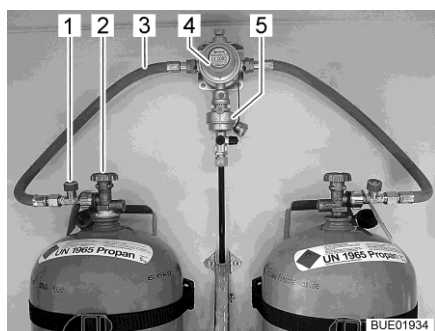
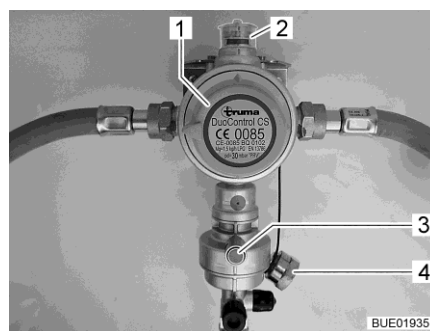

Fig. 59 Bouteilles de gaz avec DuoControl
Fig. 60 Système de réglage DuoControl
Le système de réglage DuoControl se compose d'une valve de commutation (Fig. 59,4) et d'un capteur de crash (Fig. 59,5). Le système de réglage est monté entre les lyres (Fig. 59,3) avec une sécurité de rupture de tuyau (Fig. 59,1). Un bouton rotatif (Fig. 60,1) situé sur la valve de commutation permet de définir laquelle des bouteilles de gaz est celle de service et laquelle est celle de réserve.
L'état de l'alimentation en gaz est affiché sur le regard (Fig. 60,2) :
Le fonctionnement avec une seule bouteille de gaz est autorisé, la prise à découvert doit cependant être obturée avec le couvercle borgne (Fig. 60,4) dans ce cas-là.
Le capteur de crash coupe l'arrivée du gaz en cas de secousses importantes (par exemple accident). Le capteur de crash s'active en appuyant sur le bouton Reset vert (Fig. 60,3).
La sécurité de rupture de tuyau (Fig. 59,1) coupe l'arrivée de gaz quand le tuyau raccordé se rompt. La sécurité de rupture de tuyau s'active en appuyant sur la touche verte. La touche verte doit rester pressée jusqu'à ce que la pression se soit établie dans le tuyau.
L'arrivée du gaz s'ouvre et se ferme sur l'unité de commande (Fig. 61) au moyen du système de réglage DuoControl. Les robinets principaux (Fig. 59,2) des bouteilles de gaz et les robinets d'arrêt de gaz des appareils doivent être ouverts manuellement. Pour activer la sécurité de rupture de tuyau, voir paragraphe "Sécurité de rupture de tuyau".
- Choisir la bouteille de gaz avec le bouton rotatif (Fig. 60,1) de la valve de commutation à partir de laquelle le gaz sera utilisé principalement (bouteille de service). Toujours tourner le bouton rotatif à fond.
- Ouvrir les robinets principaux (Fig. 59,2) des bouteilles de gaz.
- Appuyer sur la touche verte de la sécurité de rupture de tuyau (Fig. 59,1). Le repère vert est affiché sur le regard (Fig. 60,2).
- Fermer les robinets principaux (Fig. 59,2) des bouteilles de gaz.
Le voyant de contrôle vert (Fig. 61,6) s'éteint durant le fonctionnement et le voyant de contrôle rouge (Fig. 61,5) s'allume quand la bouteille de service est vide et doit être remplacée. Le repère rouge est indiqué sur le regard (Fig. 60,2). La bouteille de réserve alimente les appareils à gaz.
- Tourner le bouton rotatif (Fig. 60,1) d'un demi-tour en direction de la bouteille de gaz actuellement utilisée. Cette bouteille de gaz devient alors la bouteille de service, la bouteille vide devient celle de réserve. Le repère dans le regard (Fig. 60,2) passe du rouge au vert.
- Fermer le robinet principal (Fig. 59,2) de la bouteille de gaz vide. Observer le sens de la flèche.
- Appuyer sur la touche verte de la sécurité de rupture de tuyau (Fig. 59,1).